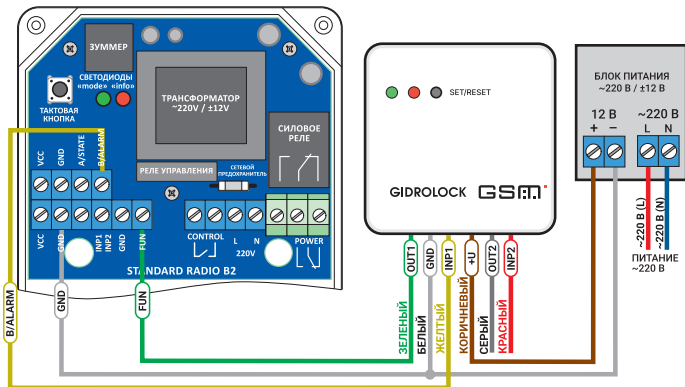

Рис. 4. Схема подключения GSM-модема GIDROLOCK к блоку управления GIDROLOCK STANDARD RADIO
- к блоку управления GIDROLOCK STANDARD RADIO – рис. 4.